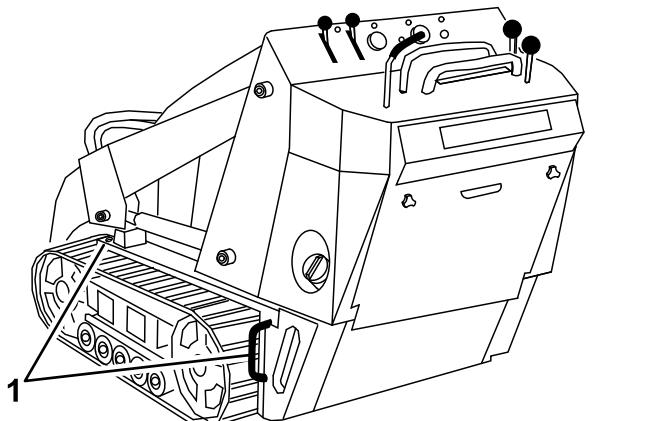

Bild 20
8. Befestigen Sie die Maschine mit den Metallbefestigungsschleifen und Riemern, Ketten, Kabel oder Seilen am Anhänger oder Pritschenwagen (Bild 20). Halten Sie die örtlichen Vorschriften für die Vergurtung ein.
Sie können die Maschine mit den Vergurtungsstellen bzw. Hebeschläufen als Hebestellen anheben, wie in Bild 20 abgebildet.